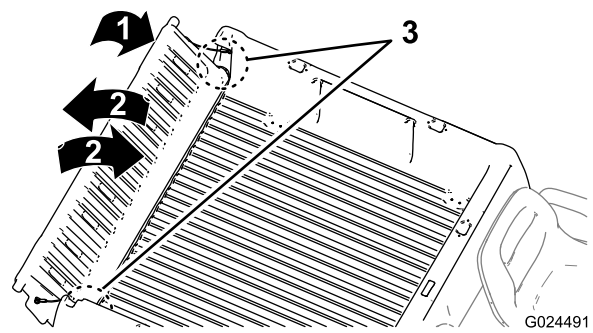

Figura 12
2. Rode a porta traseira para a posição de aproximadamente 45° (Figura 12).
3. Com um movimento breve e oscilante, rode a porta traseira para trás e para a frente várias vezes (Figura 12).